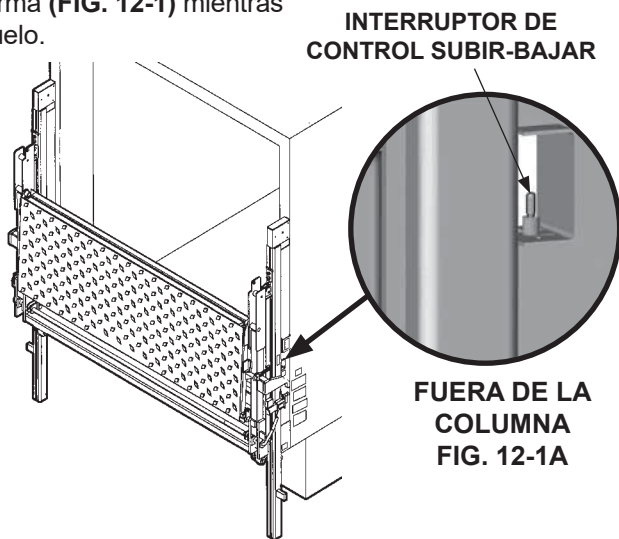

FIG. 12-1
El interruptor de palanca en la columna derecha (FIG. 12-1A) le permite al operador subir (UP) y bajar (DOWN) la plataforma (FIG. 12-1) mientras se encuentra sobre el suelo.
El interruptor de palanca (FIG. 12-1B) en la columna derecha le permite al operador subir (UP) y bajar (DOWN) la plataforma (FIG. 12-1) mientras se encuentra en la plataforma.